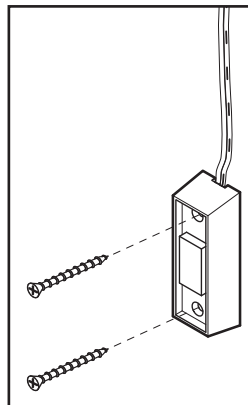

FIG. 3-4 Montaje del control de pared.
- Sujete el control de pared a la pared con 2 tornillos (provistos) (**Fig. 3-4**).
- Fixer la commande murale au mur avec 2 vis (fournies) (**Fig. 3-4**).